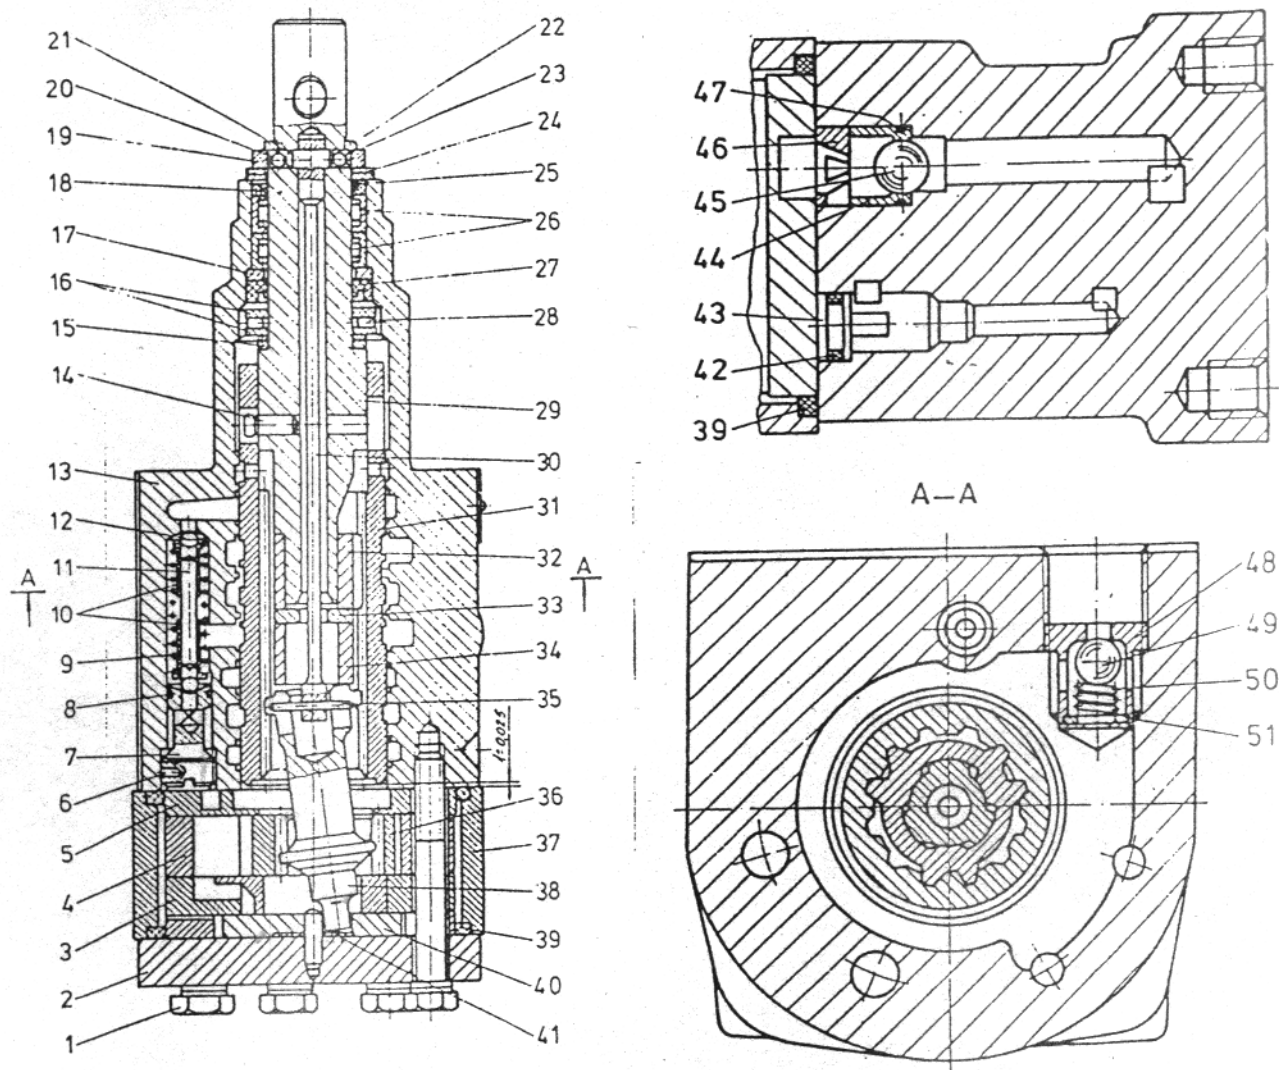
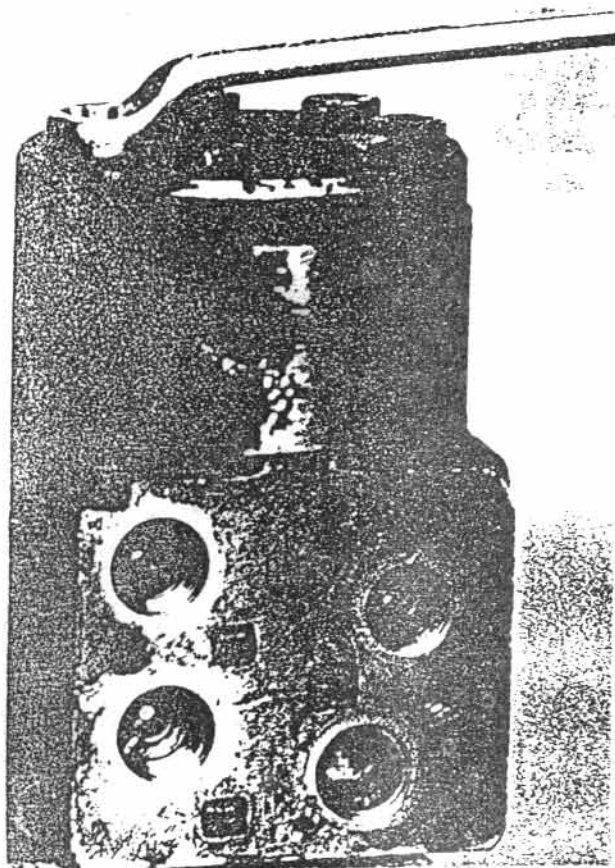
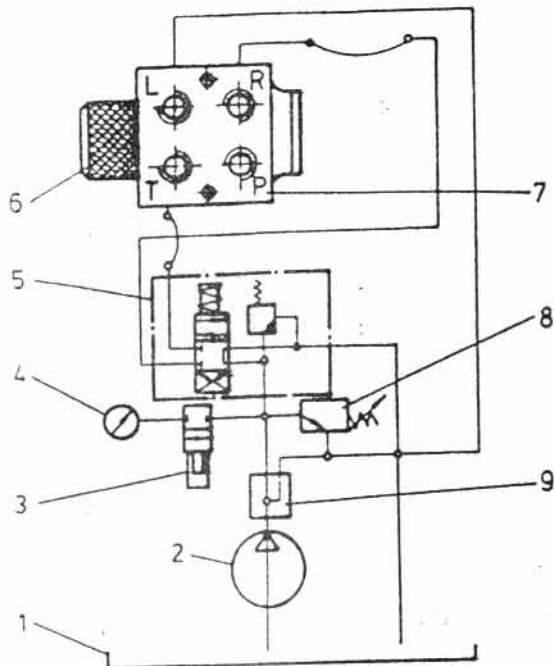

Рис. 8.7. Гидростатическое рулевое управление
Рис. 8.8.
Рис. 8.24
Гидростатическое управление очищается снаружи, затягивается тиска-ми /см. рис. 8.8/ и развинчиваются болты 1 /рис.8.7/.
- Измеряется расстояние между торцевой поверхностью корпуса и торцевой поверхностью командного плунжера. Величина этого расстояния принимается как среднее арифметическое от установленных при измерении расстояний, после поворота командного плунжера по одному обороту налево и направо. Величина должна быть $1 \pm 0,025$ мм /рис. 8.7/ и регулируется посредством подходящего набора регулирующих шайб 15. /Толщина регулирующих шайб : 1,00; 1,05; 1,15; 1,20; 1,30; 1,55; 1,60; 1,65; 1,70; 1,80; 1,85; 1,90 и 1,95 мм/.
Корпус с монтированным спаренным предохранительным клапаном устанавливается на стенде (см. рис. 8.24); в центральное отверстие вводится специальная втулка /И 05.07/, а к выводам II и I /последовательно/ подается дебит $4 \text{ dm}^3/\text{min}$ и наблюдается по показаниям манометра 4 /рис. 8.24/ давление в момент открытия спаренного предохранительного клапана. Клапан регулируется на указанном давлении /20 МПа/ посредством отвинчивания или завинчивания седла 7 /рис. 8.7/. Полный оборот соответствует изменению давления приблизительно на 1,6 МПа.